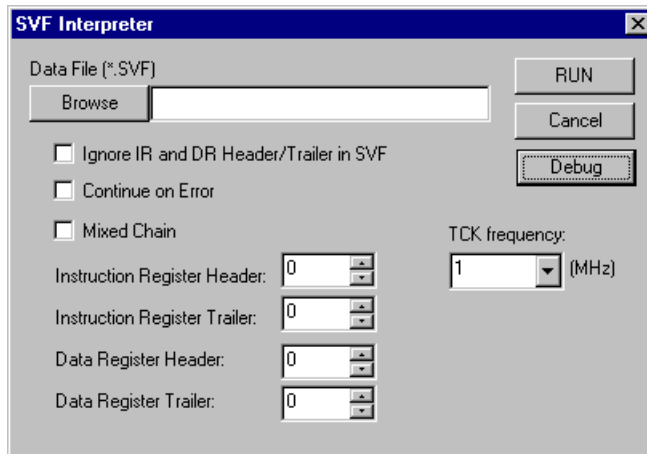

Figure 3-2. SVF Interpreter Dialog
1. In the ispVM System software, choose **ispTools** ⇒ **SVF Interpreter** to open the SVF Interpreter dialog (Figure 3-2).